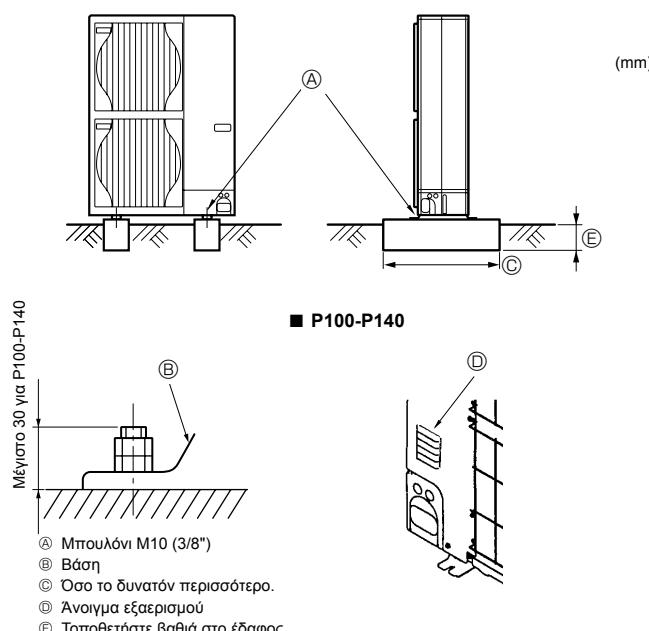

Fig. 3-1
- Η μονάδα πρέπει να τοποθετηθεί σε σταθερή και επίπεδη επιφάνεια για την αποφυγή θορυβών κατά τη λειτουργία. (Fig. 3-1)